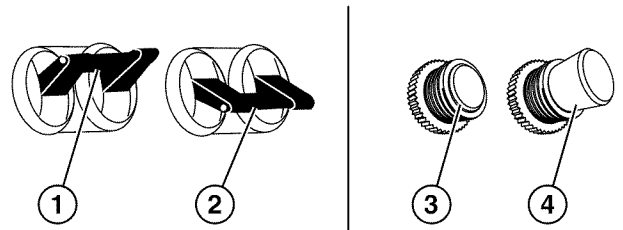

Figura 26 – Disyuntores
- Compruebe que los disyuntores estén configurados adecuadamente (vea la Figura 26).